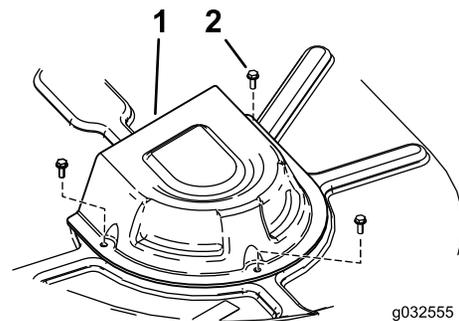

Figure 44
4. Sur les machines à tablier de coupe de 107 cm (42 po), déposez les couvercles de poulie (Figure 44).